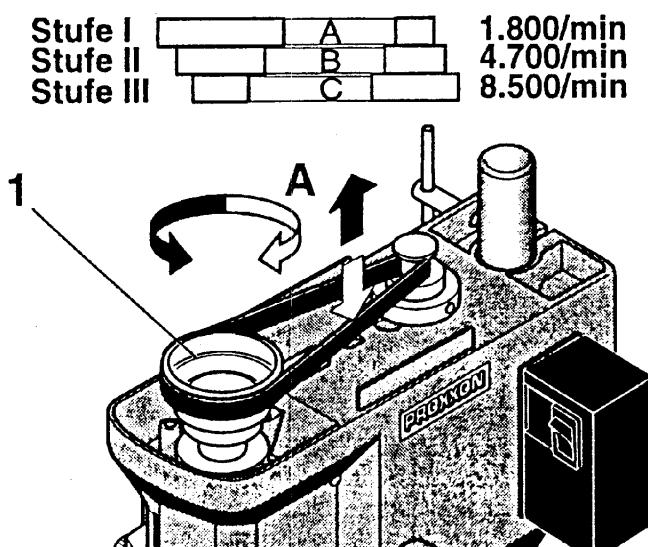

Fig. 7
2. Riemenscheibe 1 (Fig. 7) in Richtung "A" drehen und Riemen leicht nach unten (oder oben) drücken, bis dieser lose ist.
3. Gelösten Riemen zuerst auf die gewünschte Stufe der Riemenscheibe (1) auflegen, dann durch Drehung der Spindel Riemen auf die gleiche Stufe der Motorspindel bringen.
2. Turn the belt pulley 1 (Fig. 7) in direction "A" and press the belt slightly down (or up) until it comes loose.
3. Place the loose belt first on the required pulley (1) then turn the spindle and force the belt on the corresponding disc on the motor spindle.
2. Tourner la poulie 1(Fig. 7) dans le sens "A" et pousser la courroie légèrement vers le bas (ou vers le haut) jusqu'à ce qu'elle soit détendue.
3. Placer tout d'abord la courroie au régime désiré sur la poulie (1) puis en tournant la poulie, placer la courroie sur le même régime de la poulie d'entraînement.
2. Girare la puleggia 1 (fig. 7) in senso "A" e spingere la cinghia leggermente verso il basso (o verso l'alto) finché essa non sia allentata.
3. Mettere la cinghia allentata prima sul gradino desiderato della puleggia (1) e portarla quindi sullo stesso gradino dell'albero del motore girando il mandrino.